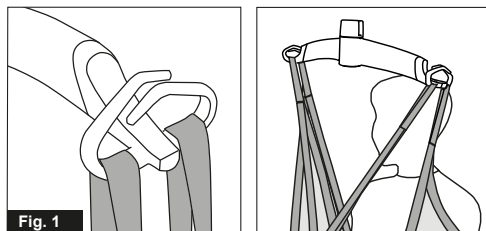

Fig. 1
Var uppmärksam när du placerar banden i lyftbygeln. Kontrollera att banden har dragits helt genom gummisäkerhetsstoppet (A) och är placerade korrekt i kroken på lyftbygeln. När du trycker på knappen "upp" på handkontrollen, kontrollera då igen att banden förblir i den rätt position i lyftbygelns krok. Ett så kallat "säkerhetsstopp". (Fig. 1a och Fig 1.b)
Var uppmärksam när du placerar banden i lyftbygel. Kontrollera att banden har dragits ned korrekt och ligger i botten på lyftbygelns krok. När du trycker på knappen "upp" på handkontrollen, kontrollera då igen att banden förblir i rätt position i lyftbygelns krok. Ett så kallat "säkerhetsstopp". (Fig.1)